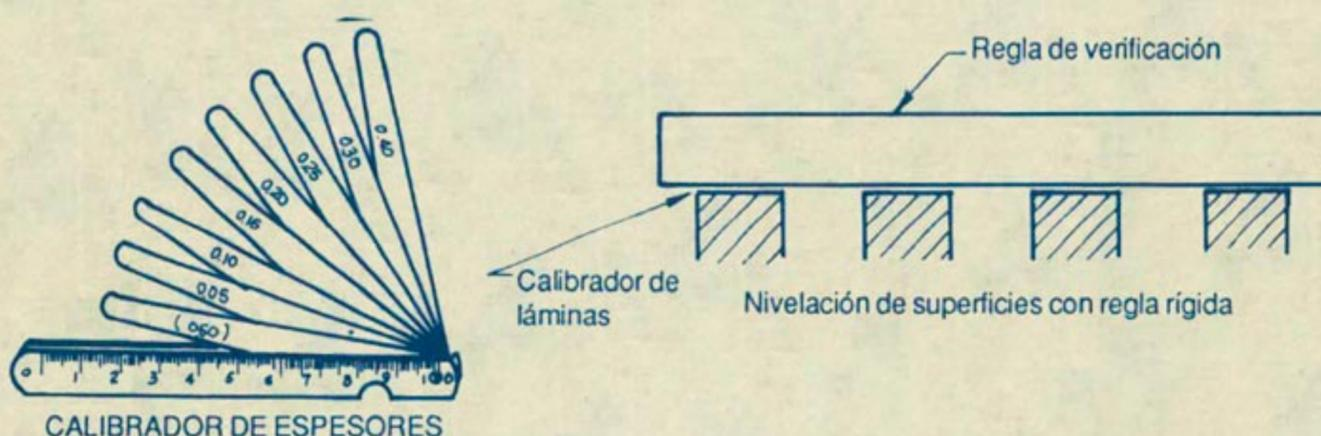

Figura 62
- d. Mediante un calibrador de espesores (Figura.62) verifique y controle que los intersticios sean iguales o dentro de una tolerancia de + 0.001"